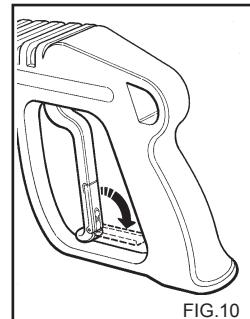

FIG. 10
**⚠** Når rengjøringsmaskinen ikke er i bruk må sikkerhetsanordningen på håndtaket lukkes (fig 10).
Dette kapittelet gjelder kun de modellene som er utstyrt med utstyr for "trykkregulering". Trykkregulatoren, fig. 10, gjør at brukeren kan regulere arbeidstrykket. Når knapp C viser moturs (B) (minimum), reduseres vanntrykket. Vri termostatkappen "B" (fig.